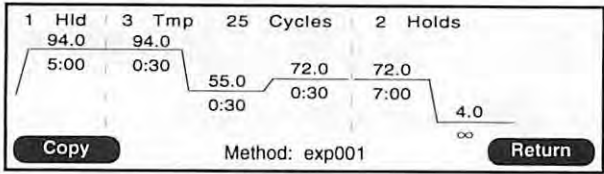

Fig. 2-36 メソッドのサーマルプロファイル
6. メソッド選択画面より **F2** -View を選択すると、ハイライト表示していたメソッドのサーマルプロファイルを表示することができます。(Fig. 2-36)